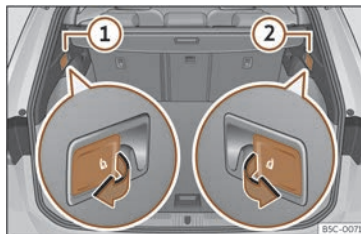

Fig. 115 Dans le coffre à bagages : Leviers de déverrouillage du dossier arrière.
- Tirez le levier de déverrouillage à distance de la partie gauche » fig. 115 ① ou droite ② du dossier dans le sens de la flèche. La partie débloquée du dossier arrière se rabat automatiquement vers l'avant.